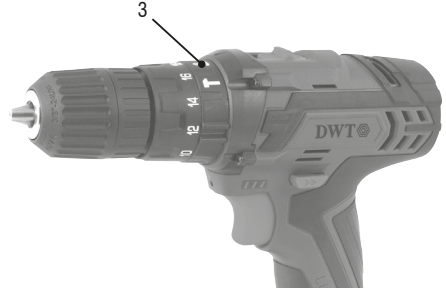

Fig. 5 – Seletor de função
Para operações em que o operador irá realizar furos, deve ser selecionada a função furadeira na máquina. Para isto, basta girar o seletor de função (3) Fig. 5, para a função furadeira, representada pelo símbolo
Para operações em que o operador irá apertar e soltar parafusos, deve ser selecionada a função parafusadeira na máquina. Para isto, basta girar o seletor de função (3) Fig. 5, para a função parafusadeira, representada pelo símbolo
Para operações em que o operador irá perfurar alvenaria conforme indicação de uso da máquina. Deve ser selecionada a função impacto na máquina. Para isto, basta girar o seletor de função (3) Fig. 5, para a função impacto, representada pelo símbolo